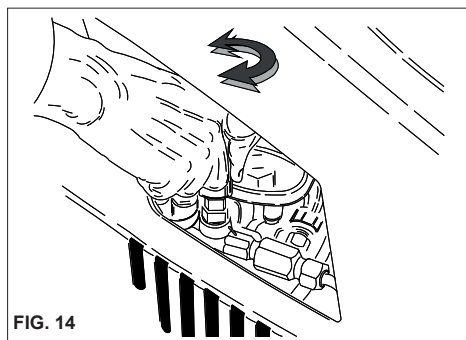

FIG. 14
El dispositivo regulador de presión (fig. 14) permite regular la presión de trabajo. Girando el botón C en el sentido de las agujas del reloj (B) (mínimo), se obtiene una reducción de la presión de trabajo.